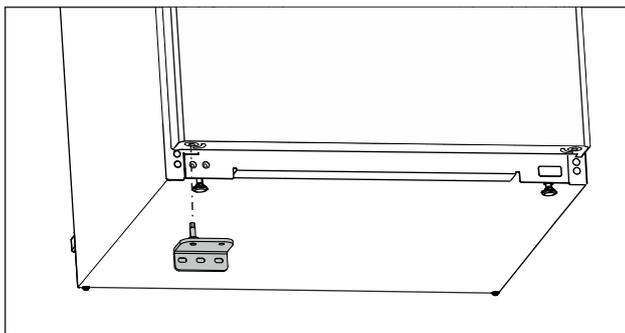

Fig. 17
- ▶ Nasadte ložiskovú konzolu na opačnú stranu. (pozri Fig. 17)